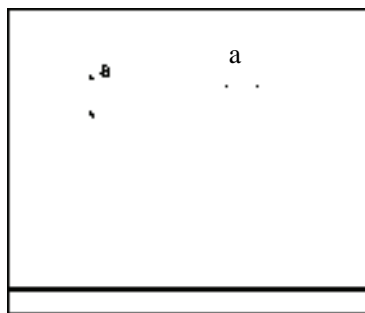

图 14-163 绘制剖断梁
11) 加剖断梁。调用“加剖断梁”命令，指定剖面梁的参照点为 a 点；在命令行提示“梁左侧到参照点的距离 <100>:”时，输入 0；在命令行提示“梁右侧到参照点的距离 <100>:”时，输入 200；在命令行提示“梁底边到参照点的距离 <300>:”时，输入 450，绘制剖断梁，结果如图 14-163 所示。